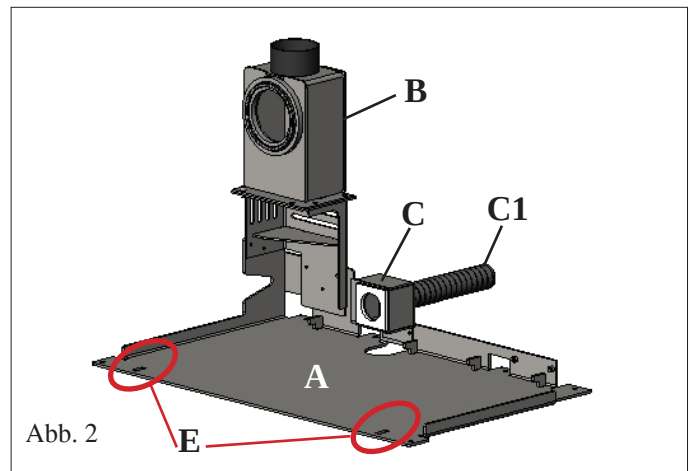
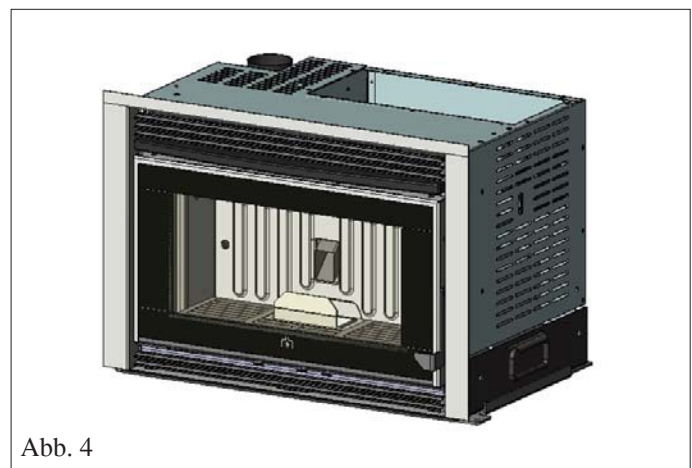
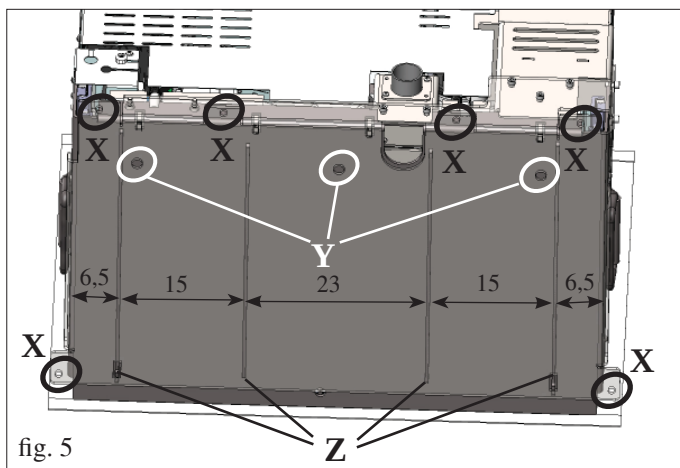

Abb. 2
Abb. 4
fig. 5
- Die Grundplatte (A - Abb. 2) auf dem Sockel mittels der Bolzen und der Bohrlöcher an der Außenseite der Platte (X - Abb. 5) befestigen.
Alternativ dazu können auch die bestehenden Bohrlöcher in der Grundplatte (Y - Abb. 5) benutzt werden. Hierzu die Senkschrauben verwenden (der Schraubenkopf darf nicht mehr als 2 mm aus der Grundplatte hervorragen).
Es können auch andere, vom Kunden anzubringende, Bohrlöcher benutzt werden, wobei aber darauf zu achten ist, dass sie nicht auf Höhe der Gleitführungen liegen (Z - Abb. 5).
- Den Einsatz (Abb. 4) wieder positionieren, indem er auf der Grundplatte (A - Abb. 2) bis zum Anschlag geschoben wird (der Einsatz muss in die beiden Ösen (E - Abb. 2) an der Vorderseite der Grundplatte (A - Abb. 2) einrasten. Dabei darauf achten, dass das Stromkabel nicht zwischen den beiden Platten eingeklemmt wird.
- Die Tür öffnen und die Haltevorrichtung der Gleitführung anheben (F - Abb. 5).